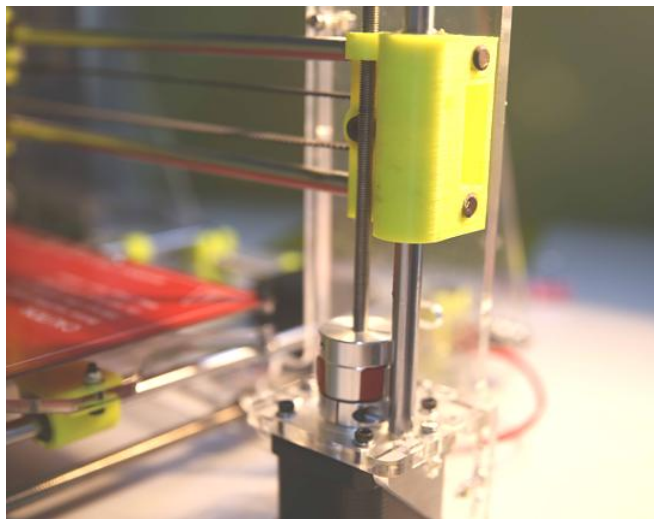

图 5-24 联轴器连接
6) 使用联轴器连接 Z 轴步进电动机和 M5 丝杠，光轴插入到电动机座 M8 孔中，如图 5-24 所示。